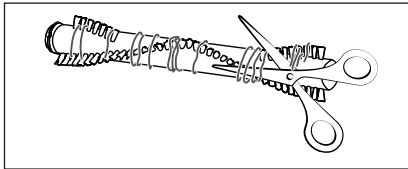

Fig. 26
- 4) Coupez les fils et les cheveux le long des poils du rouleau brosse 20 à l'aide de ciseaux (voir fig. 26). Retirez les fils et les cheveux du rouleau de la brosse 20.